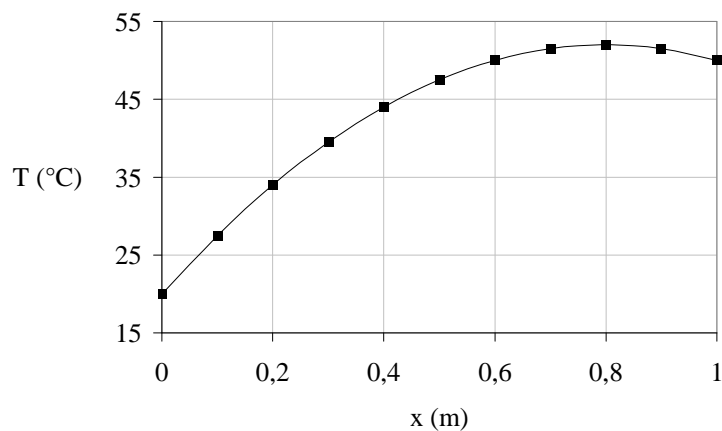

Figure 3
- 4) Une analyse éléments finis a été réalisée avec ANSYS, à l'aide de 10 éléments barre LINK32. Les résultats numériques sont présentés sur la figure 3 et dans le tableau 1. Comparer et commenter ces résultats numériques par rapport à la solution analytique de la question précédente.